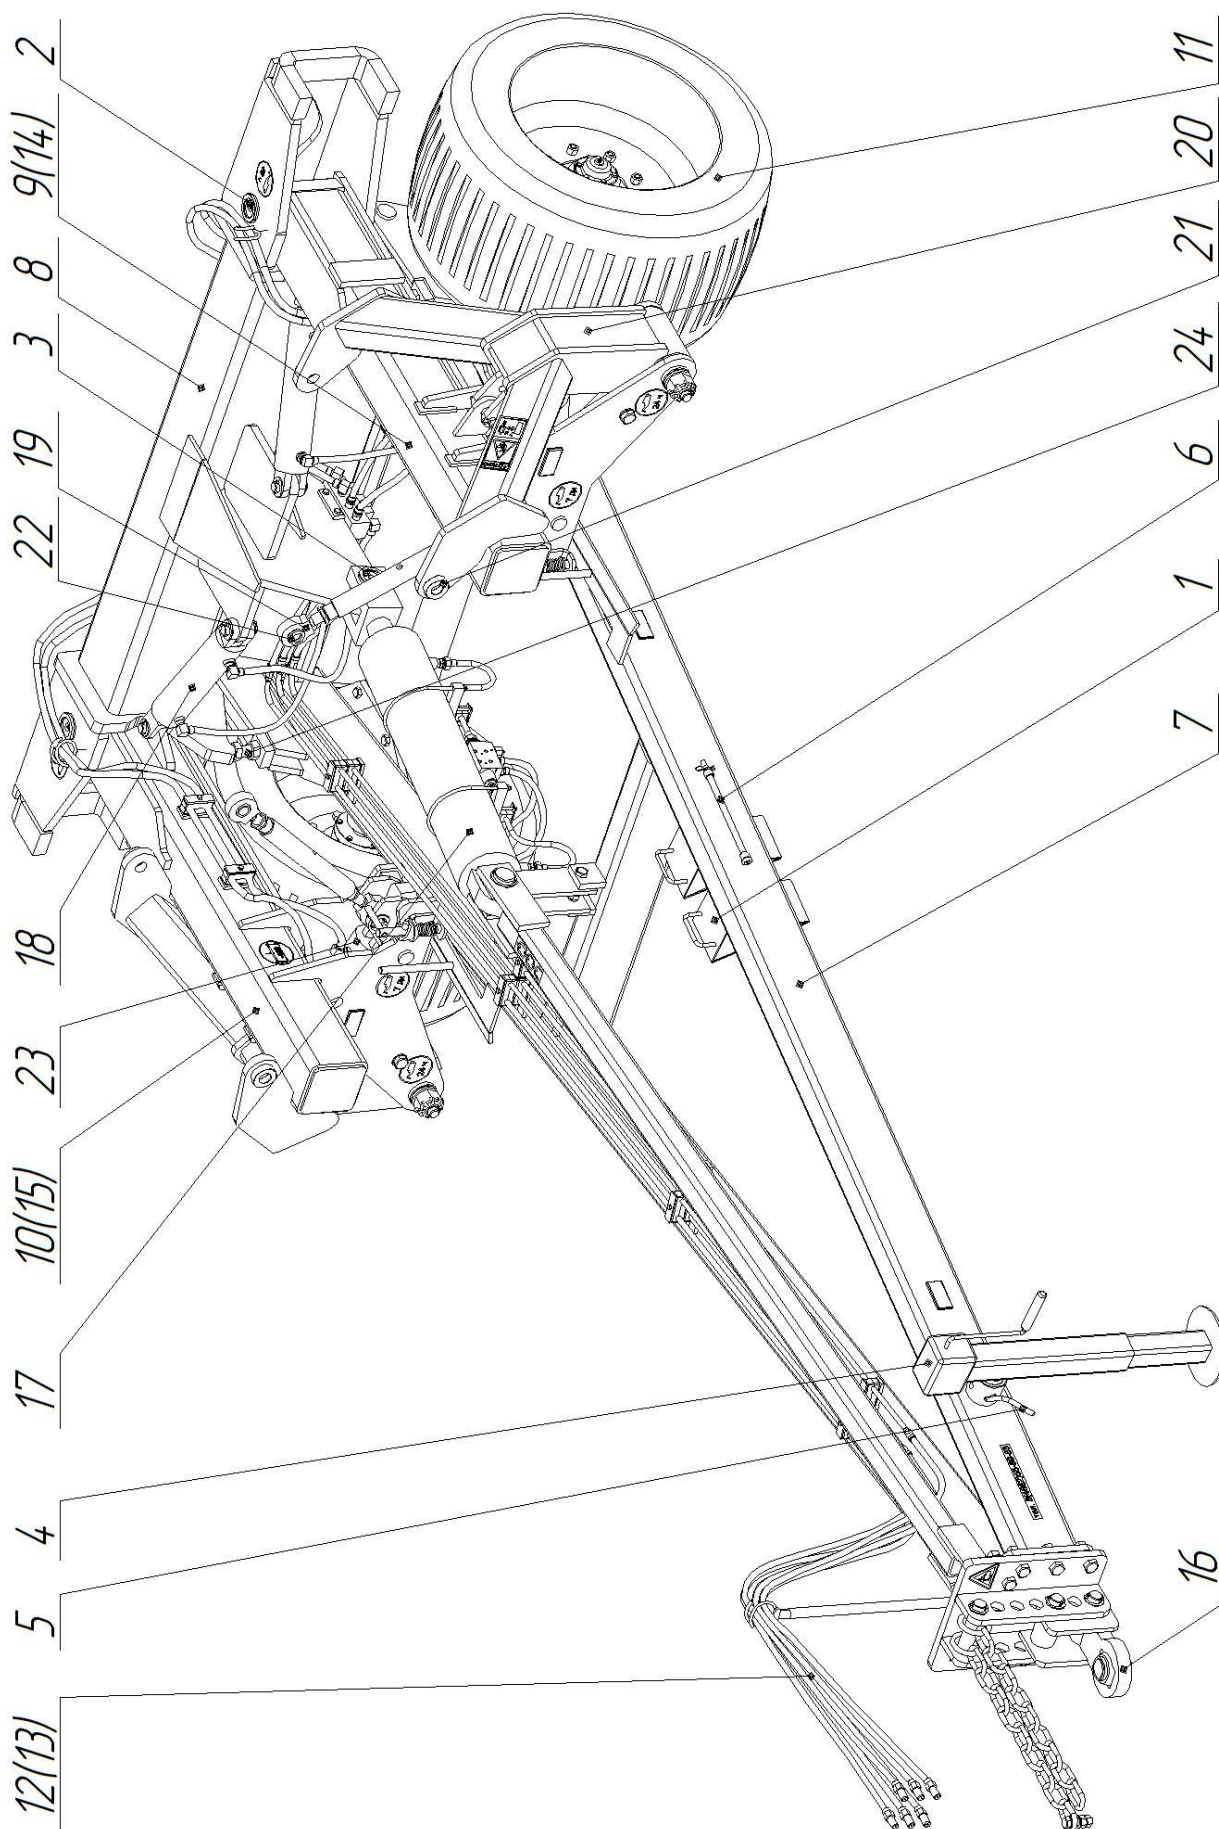

Рисунок 2 - Сложенное транспортное положение СНК
Примечание – смотрите рис. 2.
2.3.2 Основным установочным и скрепляющим узлом СНК является остов 7 (см. рис. 2). Прицепное устройство (серьга 16) расположено в передней части остова и оснащено страховочными цепями. Снизу к остову 7 крепится с помощью фланцев шасси 11. Сверху на остов крепится балка средняя 8, имеющая возможность вращаться на $\approx 90^\circ$ в вертикальной плоскости. Поворот в вертикальной плоскости обеспечивается гидроцилиндром 17, также установленным на остове 7. С левого и правого торцов балки средней 8 установлены соответственно крыло левое в сборе 9(14) и крыло правое в сборе 10(15). Крылья с помощью цилиндров 18 имеют возможность поворачиваться на $\approx 90^\circ$, выстраиваясь в прямую линию вместе со средней балкой. Для агрегатирования на крыльях предусмотрены талреп 19, навеска 20 и шайбы 21 и 22. Регулировка длины талрепа осуществляется рукояткой 6. Вылет навески 20 регулируется цилиндром 23, который при работе обеспечивает копирование рельефа. Болты 24 необходимы для регулировки высоты крыльев.
– гидроцилиндрами 18 повернуть крылья рамы СНК. При работе необходимо следить за соударением прикатчиков и, при необходимости, разводить агрегаты в стороны цилиндрами навески 23 (рис.2).
2.3.3.2 Складывание в транспортное положение (рисунок 2):
Если при складывании СНК крылья ударяются о фиксаторы и не доходят до положения, в котором срабатывает защелка, необходимо поднять крылья с помощью болтов 24 см. рис. 2 (ослабить контргайку и повернуть болт против часовой стрелки). Нужно обеспечить заход крыльев до положения, в котором срабатывают защелки. Если крылья слишком высоко проходят над фиксатором и защелки не срабатывают, необходимо опустить крылья (повернуть болт 24 по часовой стрелке). После регулировки необходимо затянуть контргайку.
3.3.1 Подвести трактор задним ходом к серьге 16 (рисунок 2) и сцепить раму СНК с трактором. Поднять стойку 4 вверх, зафиксировав ее стопором 5.
3.3.6 Совместить проушины талрепов 1 с отверстиями в раме агрегата путем вкручивания/выкручивания талрепа с помощью рукоятки 6 (рис. 2). Зафиксировать штырями.
3.3.9 Работа начинается с плавного набора необходимой скорости (см. табл. 1) и одновременного заглубления рабочих органов. В конце гонки необходимо выглубить гидроцилиндрами 23 (см. рис. 2) рабочие органы из почвы и развернуться на следующую гонку.
4.1 Все работы по техническому обслуживанию необходимо производить либо со снятыми агрегатами, либо с установленными, но в рабочем (разложенном) положении, на ровной площадке с установленными под колеса рамы противооткатами и установленной в стояночное положение стойкой 4 (рис. 2).